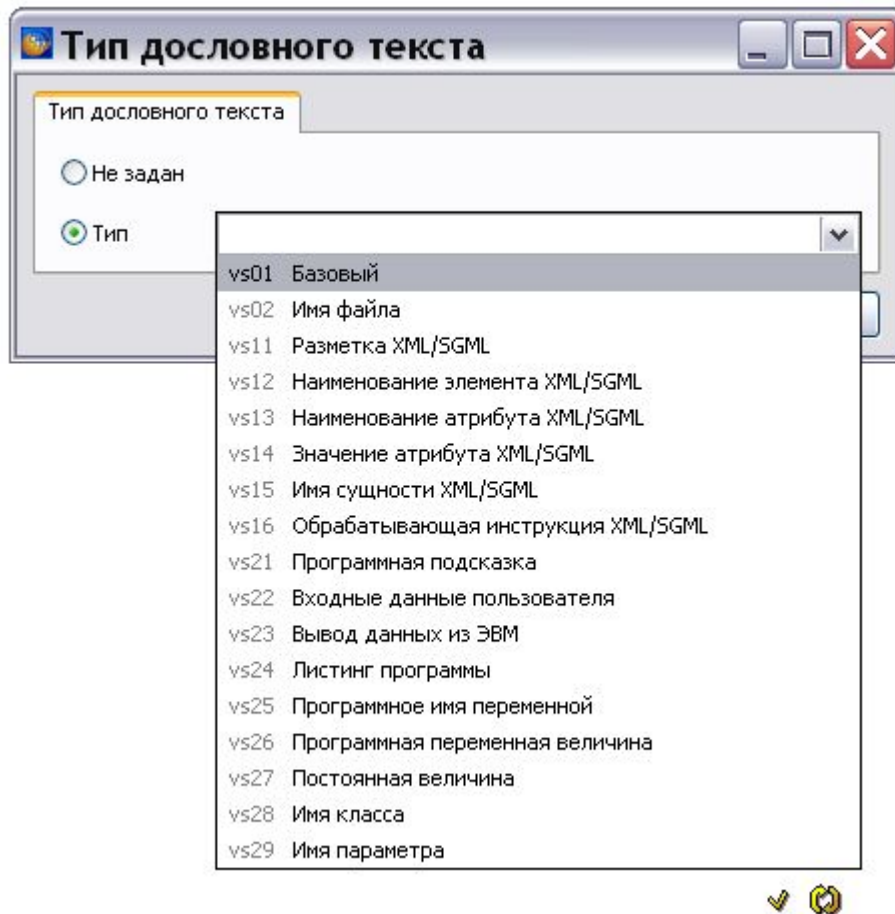

Рис. 3.48
3. В раскрывающемся списке стилей окна **Тип дословного текста** выберите стиль (Рис. 3.48). Возможен контекстный поиск по идентификатору элемента справочника с клавиатуры.